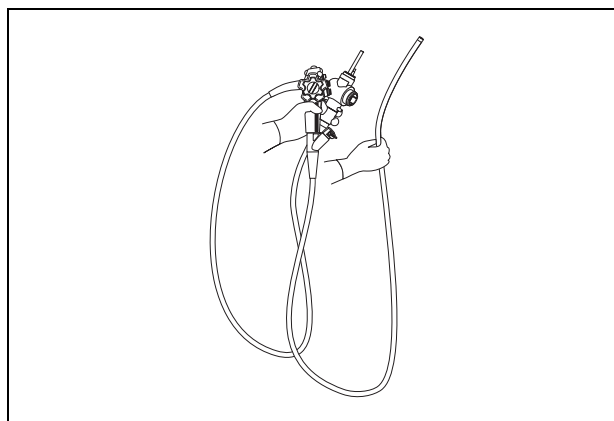

Рис. 4.8
2. При переносе эндоскопа в руках сверните универсальный шнур в петлю, одной рукой удерживайте световодный разъем эндоскопа вместе с блоком управления, а другой рукой плотно, но без сдавливания удерживайте дистальный конец вводимой трубки (см. Рис. 4.8).